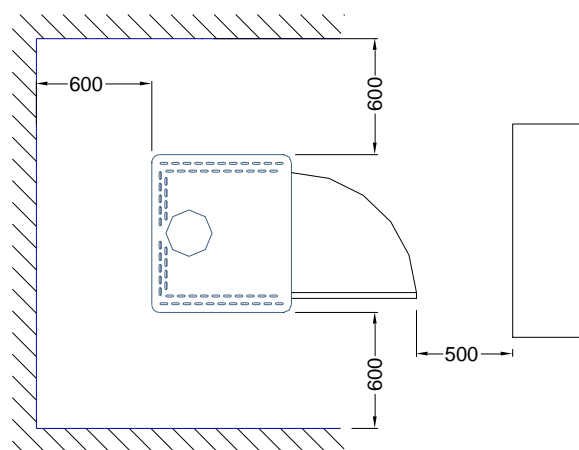

Fig 21
14. Desmontar as portas do Forno e Fornalha. Simplesmente levantando-as para cima. Ver Fig. 21